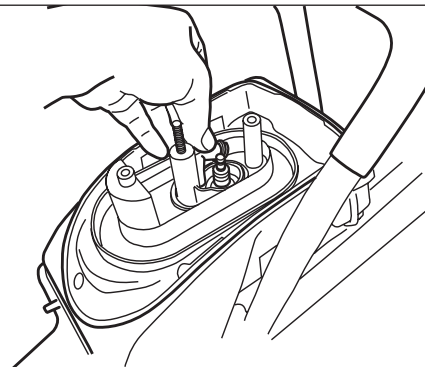

Figure 14
4. Retirer le capuchon de la bougie et dévisser la bougie à l'aide de la clé à bougie. Voir figure 14. S'assurer que l'électrode de la bougie n'est pas imbibée de carburant.